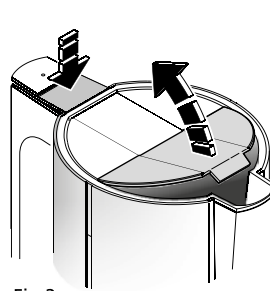

Fig.2
- Fyld kedlen med den ønskede mængde vand – max. 0,6 l. Låget åbnes ved at trykke på "OPEN" knappen foroven (Fig. 2). Pres låget ned for at lukke det igen. Låget skal altid være lukket, og filteret skal altid være isat under kogning.